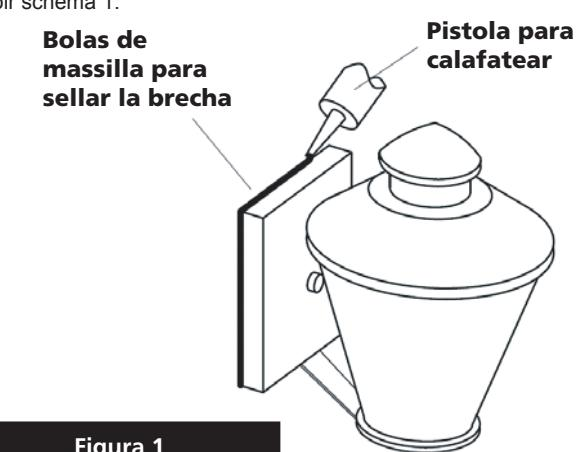

Figura 1
1. Conecte el cable de alimentación positivo (A) (normalmente negro o la cara lisa, sin marcas del cable de dos conductores) de plomo accesorio positivo (B) con un giro de tamaño adecuado en el conector – **Véase la Figura 1 y 2**.
2. Conecte el cable de alimentación negativa (C) (por lo general de color blanco o el lado marcado estriado del cable de dos conductores) de plomo accesorio negativo (D).
Para conectar a tierra en un sistema eléctrico de 3 hilos, fije el cable de tierra del artefacto (E) (generalmente de cobre o verde recubierto de plástico) a la brida de montaje accesorio (M) con el tornillo de tierra (S) – **Véase la Figura 1**. Nota : En las correas de accesorios compatibles tornillos, primero instale los dos tornillos de montaje de la correa. Cualquier agujero roscado restante puede ser utilizado para el tornillo de tierra.